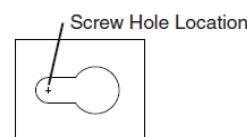

Figure 3
6. Position the Fixture Housing (1) against the mounting surface and with a pencil, mark the screw hole locations to be located at the narrow section of the key-holes. See Fig. 3.
6. Coloque la caja de la luminaria contra la superficie de montaje y con un lápiz, marque las localizaciones de los agujeros para los tornillos que serán ubicados en la sección angosta de los "keyholes". Vea Fig. 3.
6. Placer le boîtier de l'appareil sur la surface de montage et à l'aide d'un crayon tracer l'emplacement des trous de vis sur la partie étroite des encoches en trou de serrure. Voir la Fig. 3.